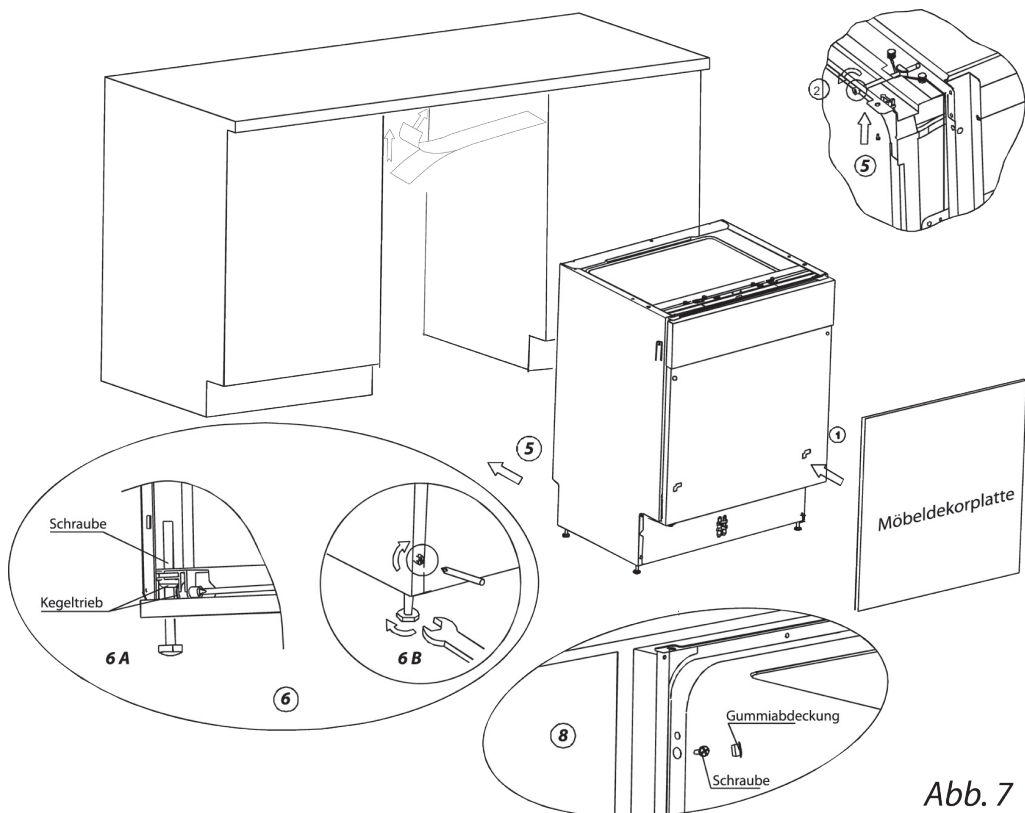

Abb. 7
- 8 Richten Sie den Geschirrspüler eben aus. Die hinteren Füße können Sie von der Vorderseite des Geschirrspülers aus einstellen, indem Sie die Schrauben rechts und links am Gehäuse drehen (siehe Schritt 6A in Abbildung 7). Um die vorderen Füße anzupassen, verwenden Sie einen Schraubenschlüssel und drehen Sie die Füße, bis der Geschirrspüler in Waage steht (siehe Schritt 6B in Abbildung 7).
- A. Wenn Sie eine Arbeitsplatte aus Holz verwenden, fixieren Sie das Gerät mit 2 Holzschrauben an der Arbeitsplatte (Schritt 7 in Abbildung 7). Dabei darf das Gewicht des Geschirrspülers nicht von der Arbeitsplatte gehalten werden.
- B. Wenn Sie eine Arbeitsplatte aus Marmor oder Granit verwenden, befestigen Sie die Halterung an den Seiten des Geschirrspülers und schrauben diesen am Schrank fest. Dann setzen Sie die Gummikappe über die Schraube (Schritt 8 in Abbildung 7).